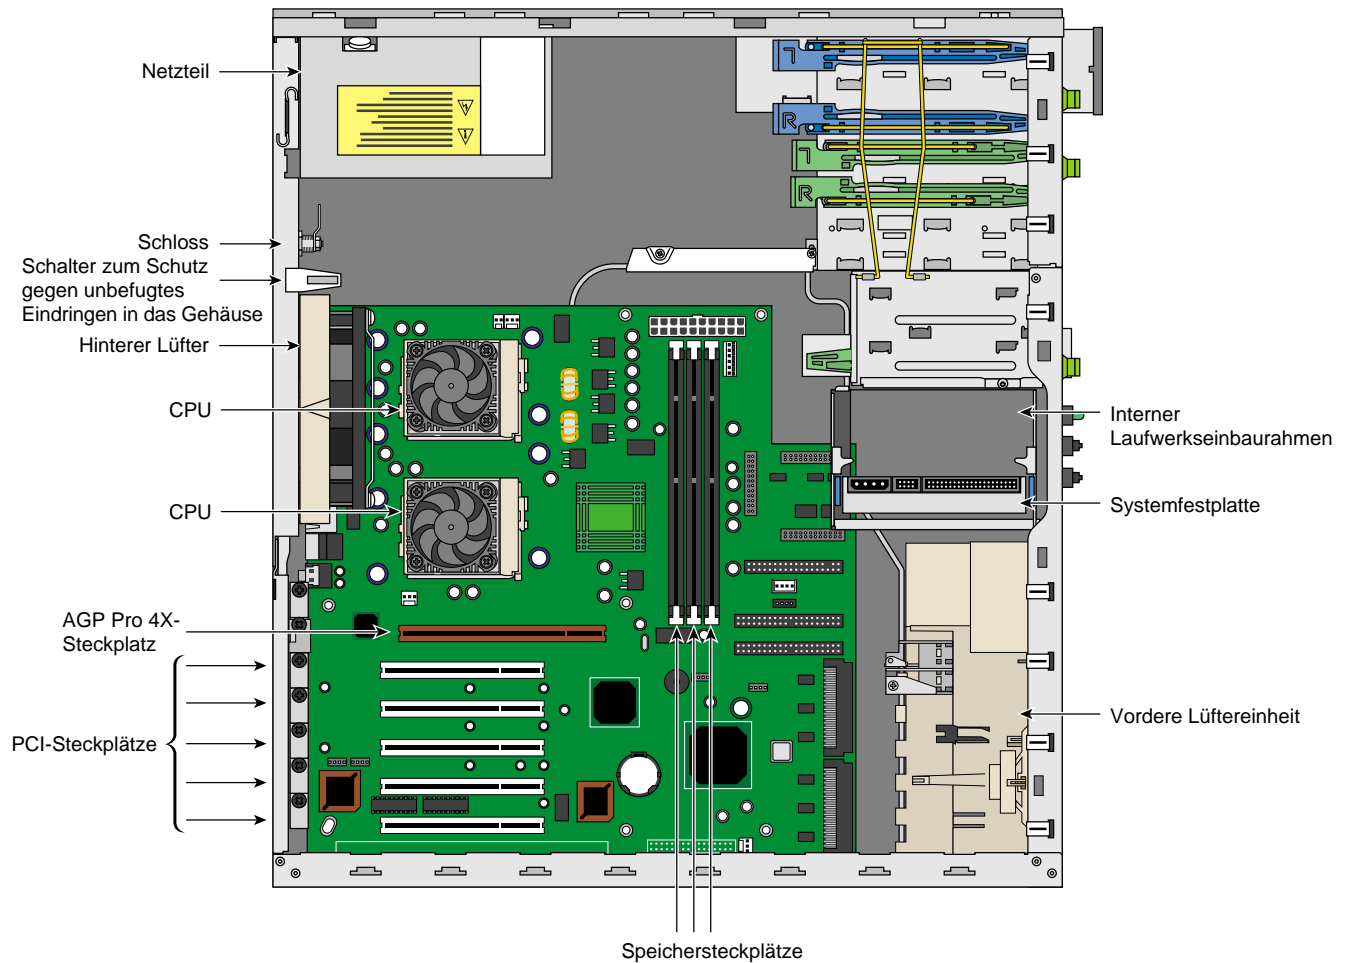

Abbildung 1-4 Interner Aufbau
In diesem Abschnitt wird die Lage der wichtigsten Komponenten im Gehäuse der Silicon Graphics 330 Visual Workstation beschrieben (siehe Abbildung 1-4).
- Die Lüftung der Silicon Graphics 330 Visual Workstation erfolgt über drei Lüfter, einen vorderen Systemlüfter und zwei hintere Systemlüfter (siehe Abbildung 1-4). Der vordere Lüfter saugt kühle Luft in das Gehäuse, die über die beiden hinteren Lüfter wieder aus dem Gehäuse geblasen wird. Einer der hinteren Lüfter befindet sich an der Rückseite, der andere im Netzteil.